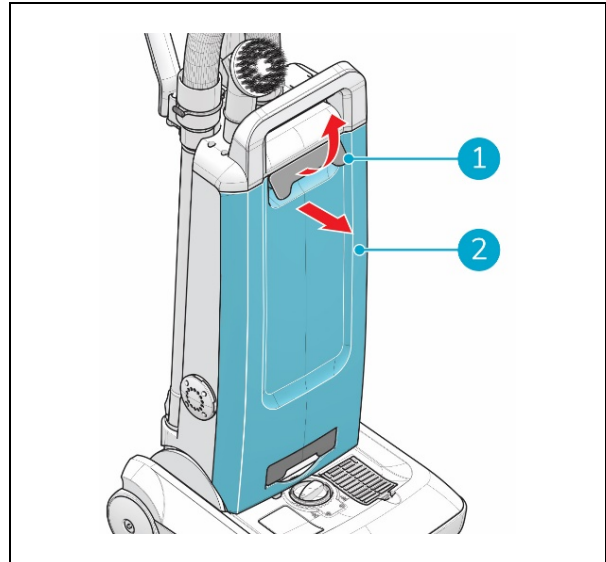

Figure 11
1. Tirez sur la poignée de déverrouillage du capot avant (Figure 11, pos. 1).
2. Retirez le capot avant (Figure 11, pos. 2).